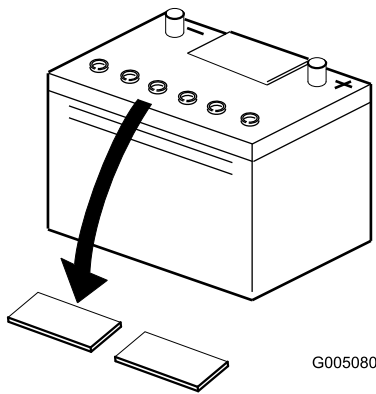

Bild 6
- Reinigen Sie die Oberseite der Batterie und nehmen Sie die Entlüftungsdeckel ab (Bild 6).